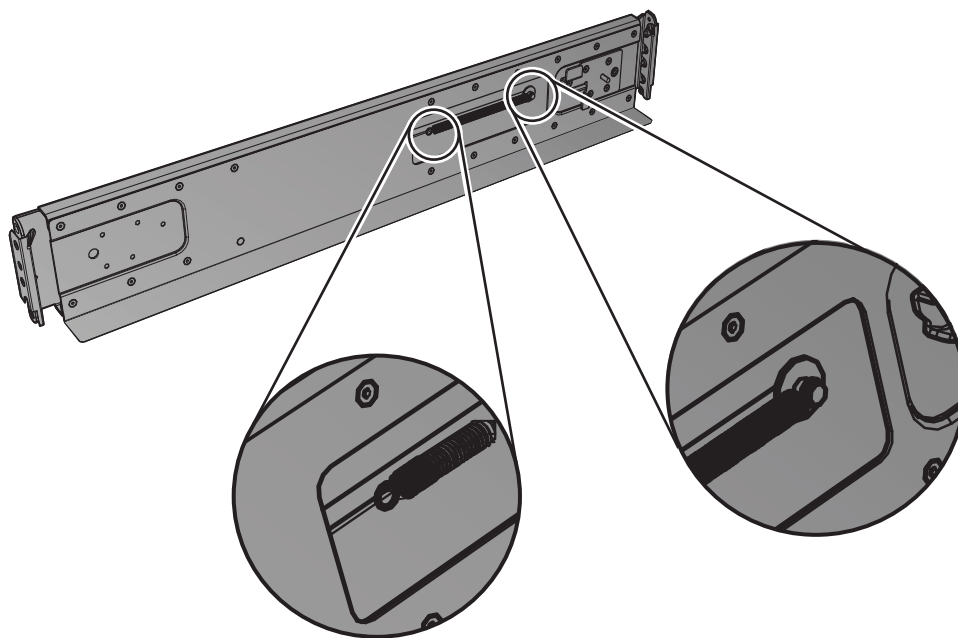

图 12. 安装导轨弹簧
- a. 将一个弹簧卡环推入到导轨内侧的螺栓中。（请参阅第 17 页的图 12。）